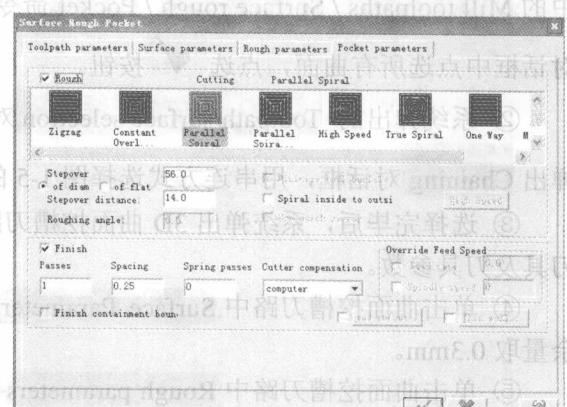

图 1-12 挖槽参数
⑧ 单击曲面挖槽刀路中 **Pocket parameters** 对话框，挖槽参数设置如图 1-12 所示。切削方式选择 **Parallel Spiral**（环绕方式）。Stepover(进给百分比)取 56%，Max stepdown（最大进给量）取 14.0mm。